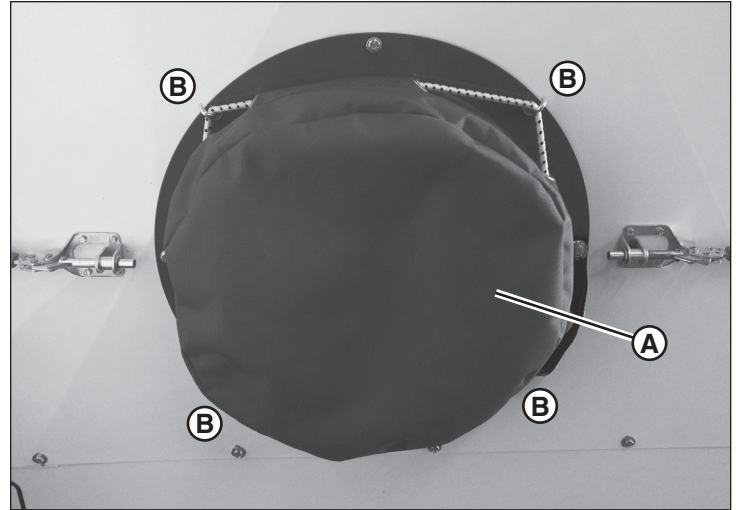

Figura 15
7. Retire las cubiertas de lona (A, Figura 15) de los conductos de admisión del calentador y del conducto de descarga del calentador. Desenganche el cordón de la cubierta elástica de los cuatro ganchos de las esquinas (B), y deslice la cubierta para sacarla del conducto del calentador. (La cubierta está conectada al remolque del calentador con un acollador).